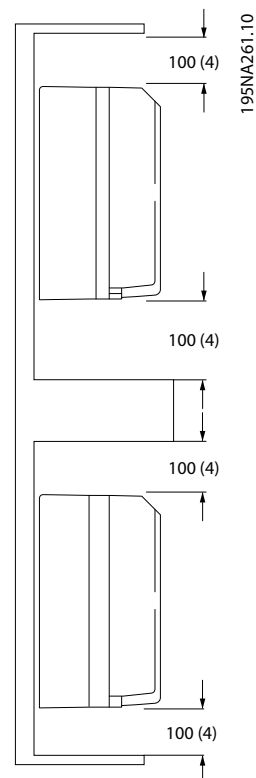

Abbildung 2.5 Abstand zur Kühlluftzirkulation oben und unten
- Zur Kühlluftzirkulation muss oben und unten ein Mindestabstand von 100 mm eingehalten werden. Siehe *Abbildung 2.5*.